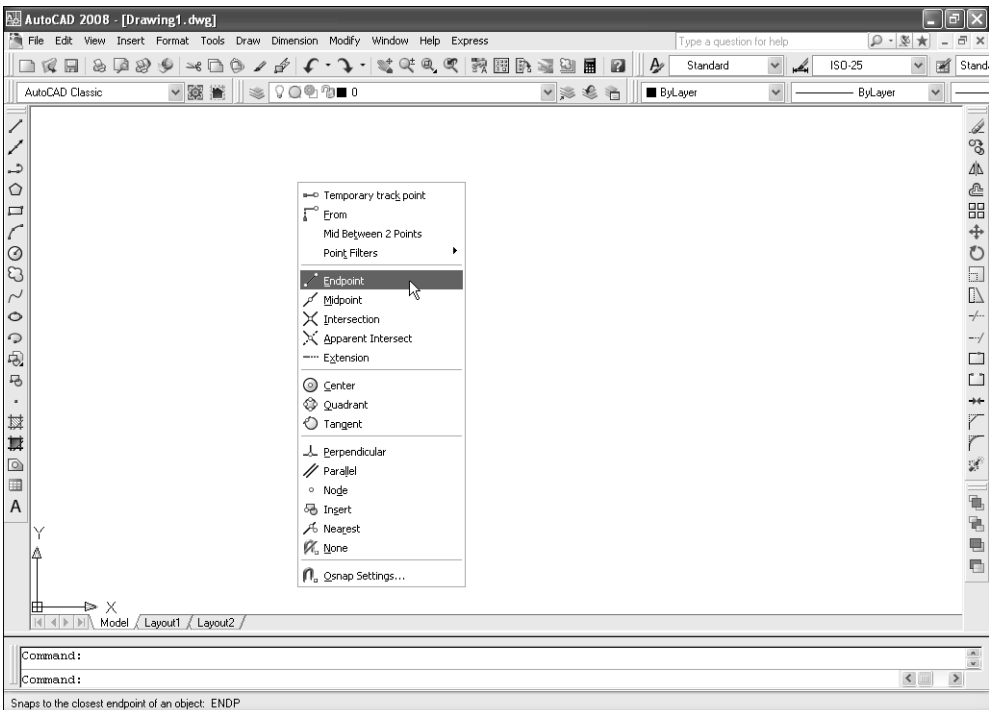

Рис. 1.4. Специальное контекстное меню объектной привязки
*Контекстными* называются меню, появляющиеся возле указателя при щелчке *правой* кнопкой мыши по объекту. Как и в других Windows-приложениях, содержимое контекстных меню зависит от текущего контекста — от типа объекта, по которому был произведен щелчок, от местоположения указателя и от того, какая из команд AutoCAD активна. Кроме обычных контекстных меню, в AutoCAD имеется контекстное меню специального вида (рис. 1.4).